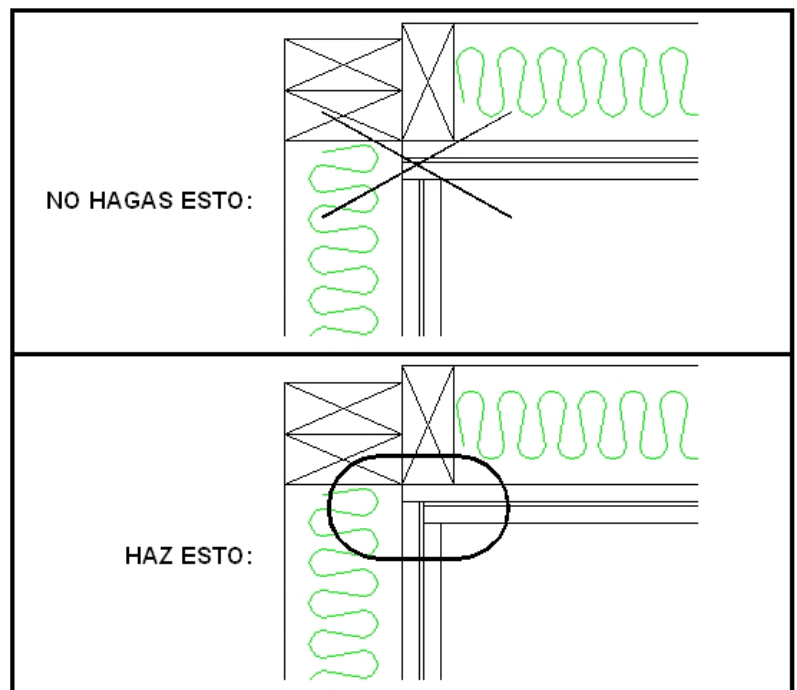

Figura 5.1: Método para solapar correctamente varias capas en las esquinas
- Cuando añadas capas de material de construcción o *SheetBlok* a paredes adyacentes, pon una capa en una pared, luego la otra, luego una pared, luego la otra en vez de poner todas las capas de una sola pared a la vez y luego ir a la pared siguiente. Tal y como se muestra en la *Figura 5.1*, esto hace que las ondas sonoras tengan que atravesar una ruta más dura para poder colarse por las esquinas. Asegúrate de enmasillar (con *StopGap*) o silicona todas las juntas antes de añadir la siguiente capa.